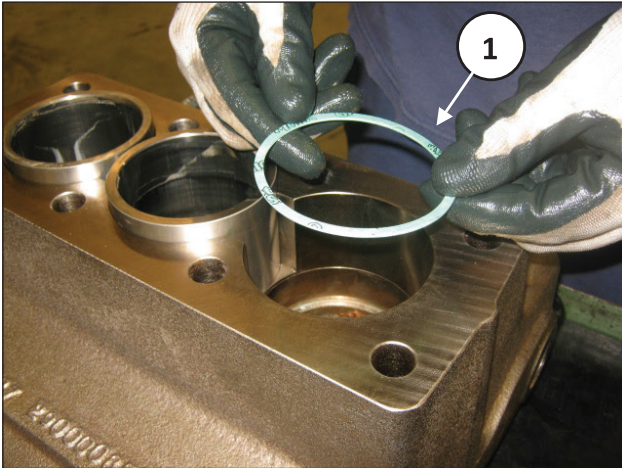
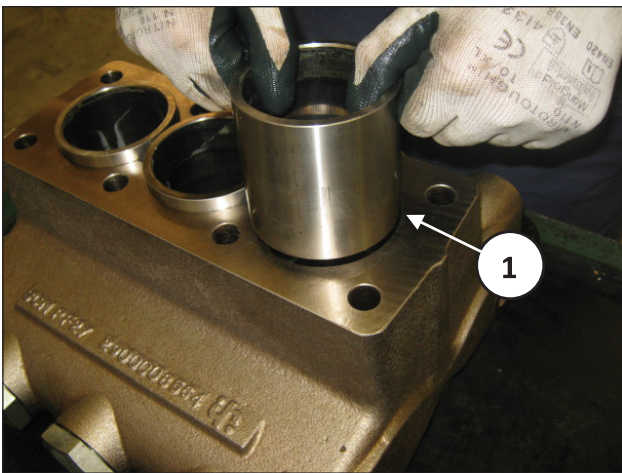

图 139
图 140
将泵头的液压缸底座中插入密封圈(位置①，图 139)和液压缸(位置①，图 140)。